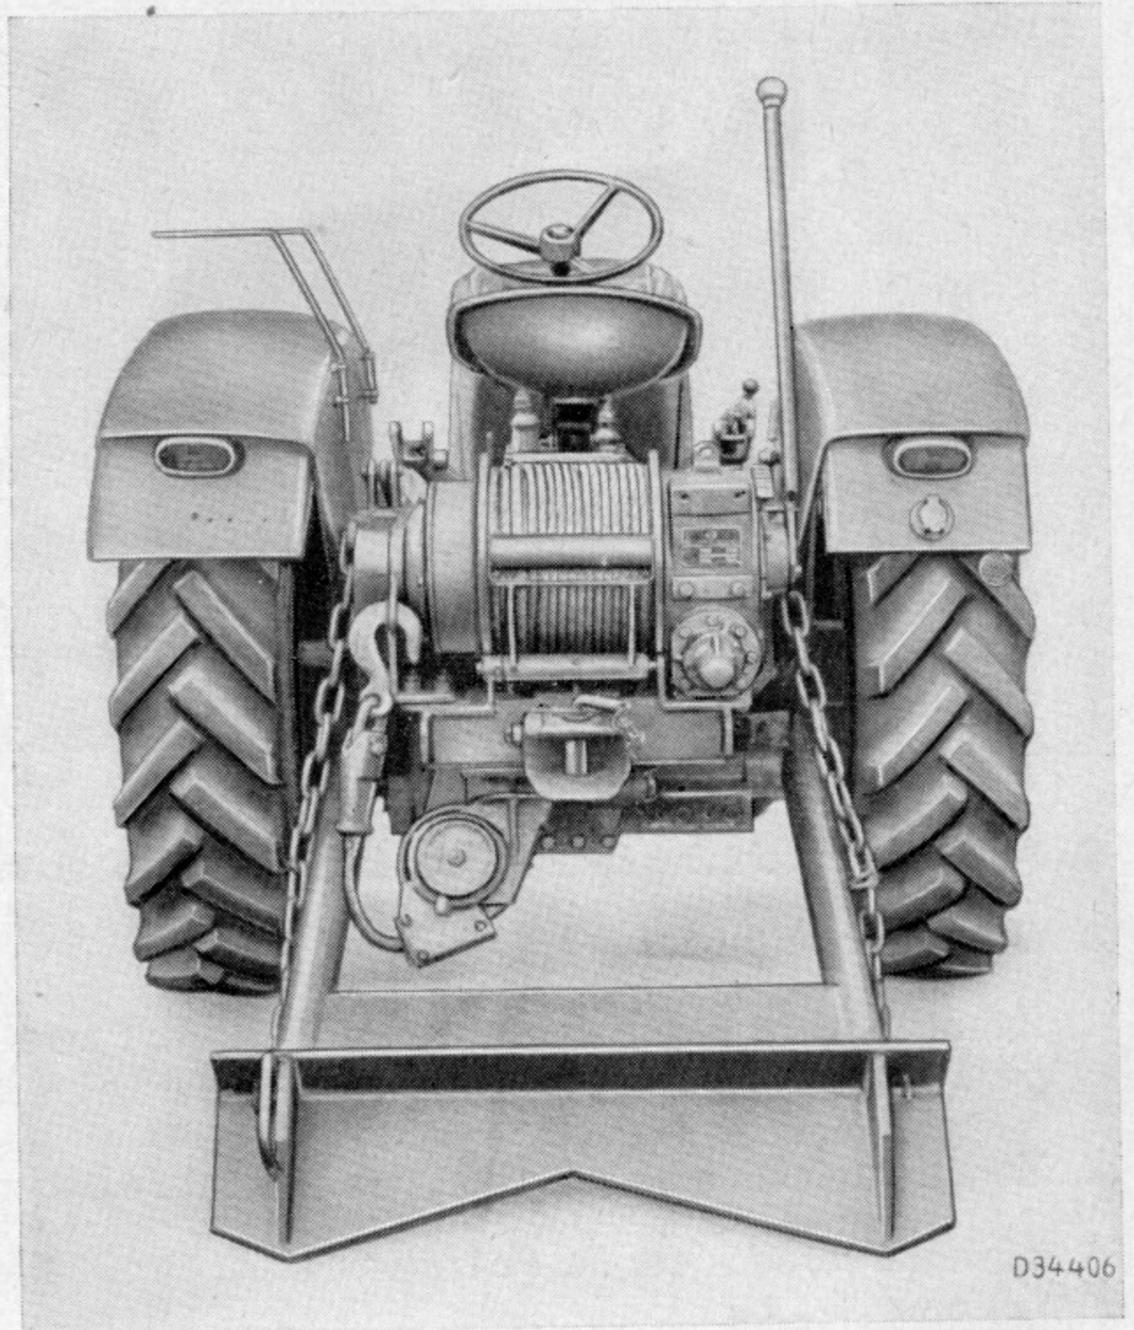

Bild 251. Forstseilwinde
4. Forstseilwinde der Fa. Schlang u. Reichart, Marktoberdorf. FW 4/1-134 **mit**, LW 3, 5/1-133 **ohne** selbsttätige Seilführung für Seilzug nach allen Richtungen ohne Änderung des Schlepperstandes; mit oder ohne automatischer Rücklaufsperre für Bauaufzug, mit Zapfwellenfortsatz, Wagenanhängekupplung (Bild 251).